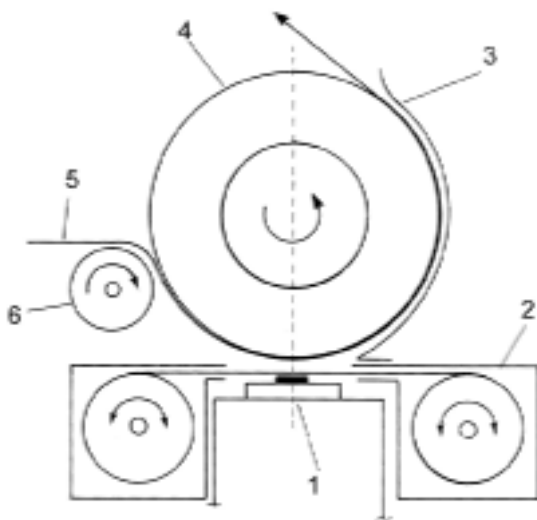
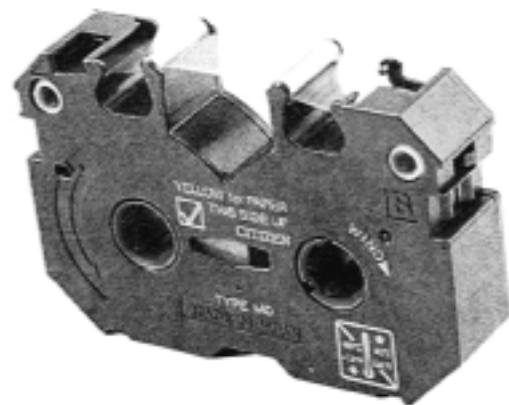

Abbildung 2.27 Zur Wirkungsweise des Thermotransferdruckers - der Druckmechanismus im Querschnitt
Abbildung 2.28 Farbbandkassette eines Thermotransferdruckers (Citizen)
Thermotransferdrucker (Thermal Transfer oder Dye Sublimation (Dye Sub) Printers) verwenden ein wärmeempfindliches Farbband. Die Farbe geht durch punktweises Aufheizen (ähnlich Thermodrucker) auf das Papier über (Abbildung 2.27). Spezialpapier ist nicht erforderlich. Diese Drucker wurden vor allem zum Ausdrucken photorealistischer Darstellungen entwickelt. Der Vierfarbendruck (CMYK) beruht auf Farbbändern mit mehreren Farbstreifen oder auf mehreren nebeneinander angeordneten Farbbändern (Abbildung 2.28). Die einzelnen Farbpunkte eines Pixels können praktisch übereinandergedruckt werden (und sich tatsächlich mischen). Demzufolge entspricht ein Dot hier näherungsweise einem Pixel. Somit liefern diese Drucker eine hervorragende Bildqualität, obwohl die Auflösung eher bescheiden spezifiziert ist (vgl. Tabelle 2.11. Die Nachteile: (1) teuer (sowohl das Gerät selbst als auch das Verbrauchsmaterial - das Farbband kann nur einmal verwendet werden), (2) langsam; (3) weniger geeignet für Text und Strichzeichnungen (da infolge des Wirkprinzips keine wirklich scharfen Kanten gedruckt werden können).
Erklärung zu Abbildung 2.27: